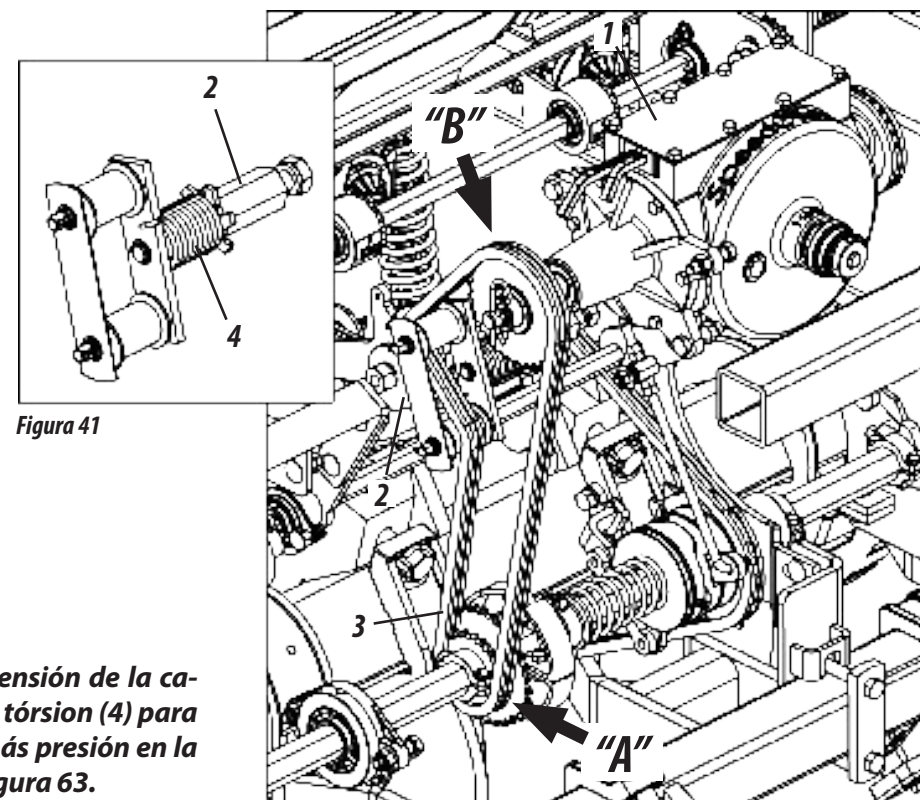

Figura 41
AJUSTE PARA LA DISTRIBUCIÓN DE ABONO (FIGURA 41)
El ajuste de la semilla se realiza a través de la *Speed Box* (1). Para obtener más ajustes, invierta la corriente en los engranajes impulsora **"A"** y impulsada **"B"**, como se muestra en la figura 41. Para invertir la corriente en los engranajes, proceda de la siguiente manera:
- 1- Primero, gire el tensor (2), quitando la tensión de la cadena (3).
- 2- Luego, invierta la corriente (3) según la necesidad de trabajo.
- 3- Luego, suelte el tensor (2) soltándolo, devolviendo la tensión en la cadena (3).